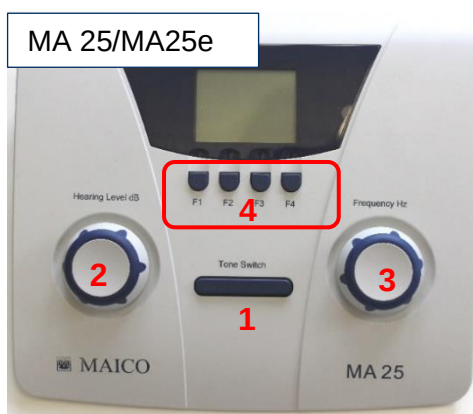
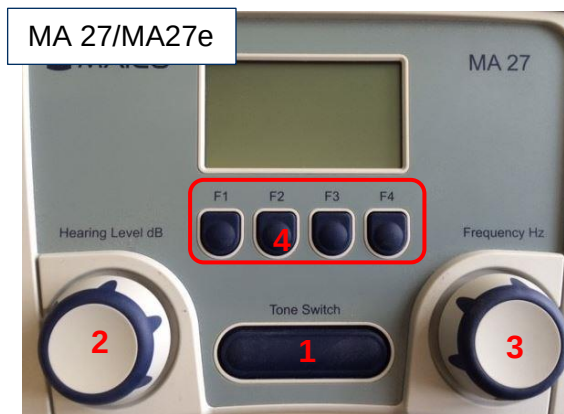

Figura 10
Figura 11
Per avviare l'audiometro premere il pulsante **Tone Switch** (cambio del tono) (Figura 10/Figura 11, 1).
Figura 10 e Figura 11 visualizzano il layout del dispositivo. Tabella 6 offre ulteriori informazioni.
I tasti di funzione sono posizionati sotto il display. La funzione svolta dal tasto di funzione è indicata in calce allo schermo. I pulsanti sono etichettati come **F1**, **F2**, **F3** e **F4**. Vedere Figura 10, Figura 11 (4) e Tabella 7 per le selezioni disponibili per ciascun tasto funzione in modalità test.